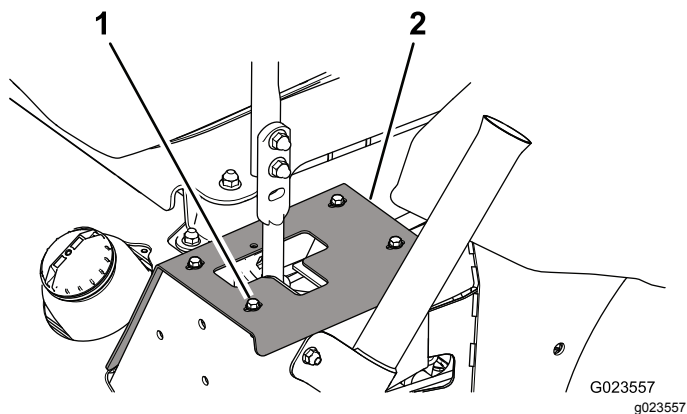

図 62
- ストッププレートをフレームに固定しているボルトを外して、ダンパ取り付けボルトにアクセスできるようにする 図 62。